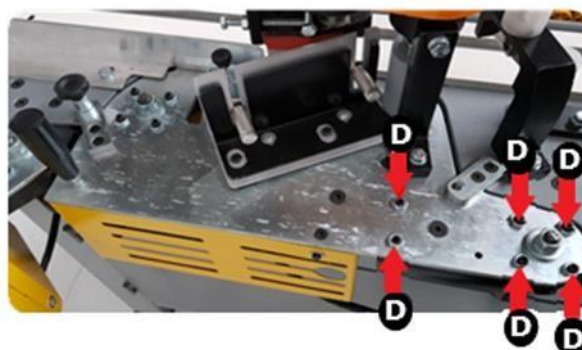

Figura 10 - Ajuste para nivelamento
- **Figura 10**;
- Utilizando a chave allen 5, aperte gradualmente o **parafuso B** de nivelamento, fazendo com que a mesa móvel fique no mesmo nível da mesa fixa, conforme a **Figura 10**;